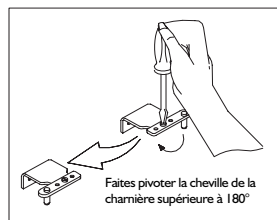

Fig. 6
5. Desserrez la vis de la cheville de la charnière supérieure. Faites pivoter la cheville à 180° et serrez à nouveau la vis (Fig. 6).